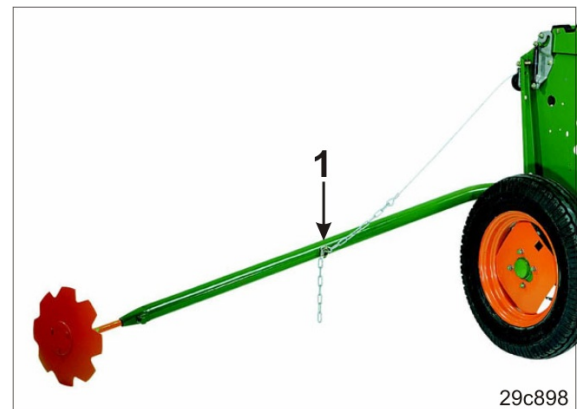

図 151
6. チェーンをリンチピン (図 151/1) で固定してください。